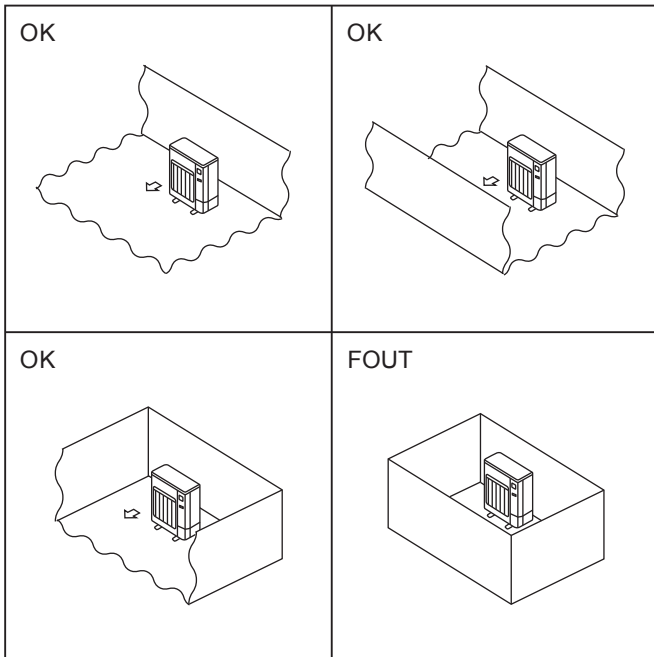

Fig. 2-1
- © Installeer buitenapparaten op een plaats met minimaal een van de vier zijden open en in een ruimte zonder verlagen die voldoende groot is. (Fig. 2-1)